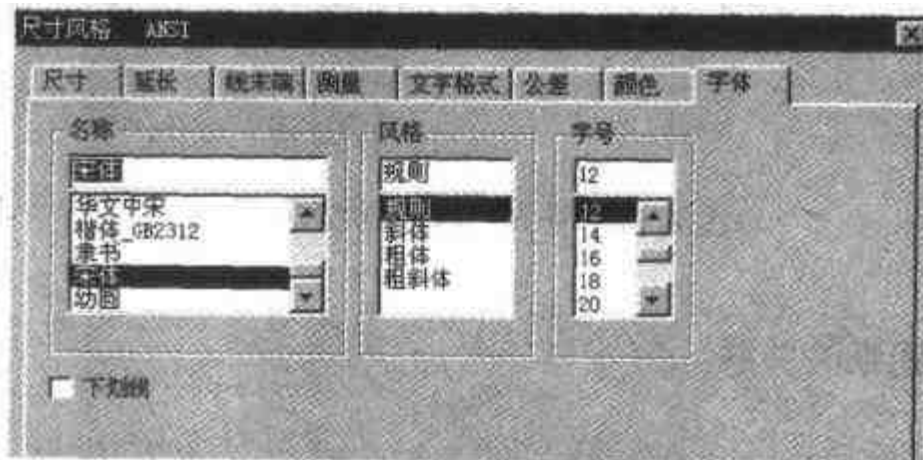

图 2.97 设置【字体】风格
- (2) 打开如图 2.97 所示的对话框,然后打开其中的【字体】选项卡,并在【名称】选项组中选择【宋体】选项,字形为常规,字号为 12 号。接着单击【确定】按钮。图形上的所有尺寸现在都应该更新,以反映所发生的变化。